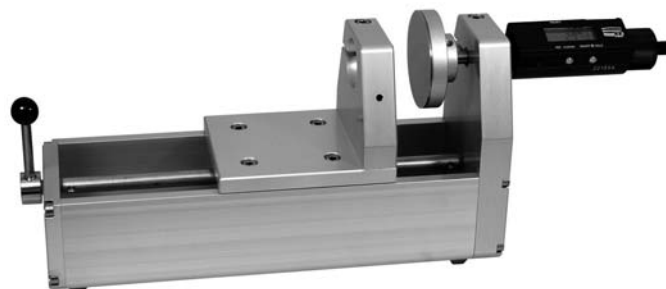

Abb. 31 Mikrometerkalibriervorrichtung
- Spezielle Mikrometer-Kalibriervorrichtung mit nichtdrehender Mikrometerspindel, siehe Abb. 31 (als Zubehör lieferbar), oder